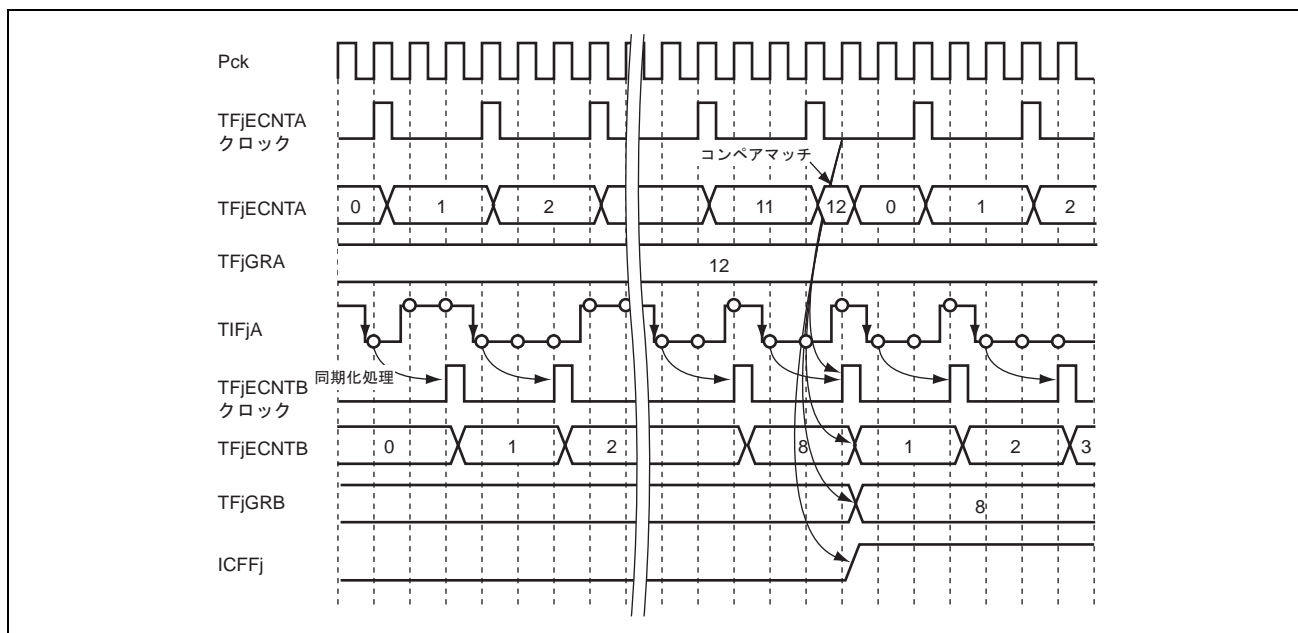

図 21.15 一定時間内エッジカウントの動作例 (コンペアマッチとイベントが同時)
- TFjECNTB : TIFjA入力より与えられた信号のエッジをカウントします。カウント対象のエッジは、立ち上がり、立ち下がり、両エッジのいずれかを選択可能です。この例では立ち下がりエッジをカウントします。また、同期化処理のためにTIFjAには2サイクルの遅れが生じます。TFjECNTAカウンタのコンペアマッチの検出後、次のPckクロックに同期してカウント値をクリアします。コンペアマッチによるカウントクリアと同時にカウント対象エッジが与えられた場合は、カウンタクリアとエッジカウントを1サイクルの間に行ったものと見なし、カウント値はH'0001となります。この例を図21.15に示します。